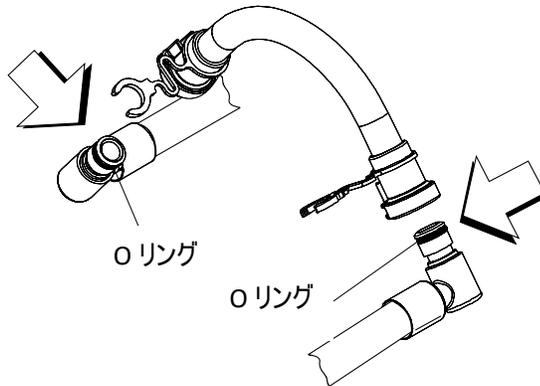

図69
1. シロップラインフィッティングのOリングにループを塗ります(図69を参照)。